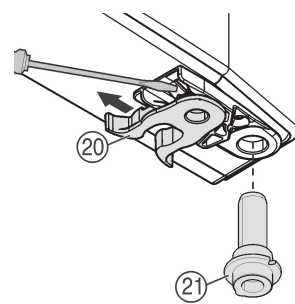

Fig. 8
- ▶ Přemístěte pružinovou svorku Fig. 8 (20): Stiskněte nos zářezky, přes ni stáhněte pružinovou svorku.
- ▶ Vytáhněte ložiskový čep Fig. 8 (21) z dveřní objímky a nasadte spolu s podložkou na protější stranu. Nos zářezky musí ukazovat k vnitřní straně dveří, zářez k vnější straně.
- ▶ Nasadte dveře dole a ložiskový čep Fig. 8 (21) do stojanu ložiska. Příp. ložiskovým čepem otáčejte tak, aby mohl zaskočit do západky.